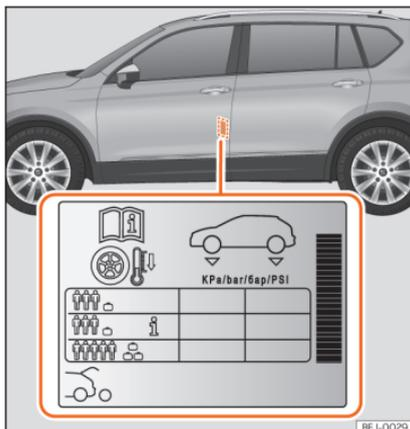

Fig. 251 Localização do autocolante da pressão de ar dos pneus.
- Adapte a pressão dos pneus à carga transportada pelo veículo »» **Fig. 251**.
Os valores da pressão de enchimento indicam-se na etiqueta autocolante situada na zona posterior da moldura da porta dianteira esquerda »» **Fig. 251**.
Dependendo do veículo, pode adaptar-se a pressão de ar dos pneus para meia carga para aumentar o conforto de condução (pressão de ar dos pneus **i** »» **Fig. 251**). Quando se circula com a pressão de ar de conforto, o consumo de combustível pode aumentar ligeiramente.
A pressão dos pneus tem de ser ajustada à carga momentânea do veículo. Se pretender utilizar o veículo com a carga máxima, terá de aumentar a pressão dos pneus para o valor máximo indicado na etiqueta »» **Fig. 251**.
No caso de uma roda de emergência mais estreita (125/70 R18), encher a 4,2 bar de pressão segundo indicado na etiqueta de pressão dos pneus »» **Fig. 251**.
- O condutor é responsável por garantir que todos os pneus do veículo estejam cheios com a pressão correta. A pressão de ar recomendada está indicada num autocolante » Fig. 251.
- Com os pneus a frio, deve manter-se sempre a pressão indicada no autocolante » Fig. 251.